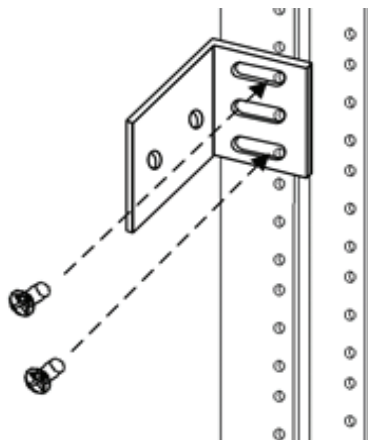

Figure 1
- 3) Au moyen de vis no 12-24 (ou d'une autre grosseur convenant à l'installation), fixer le support à un rail du bâti ou de l'armoire. (Figure 1)